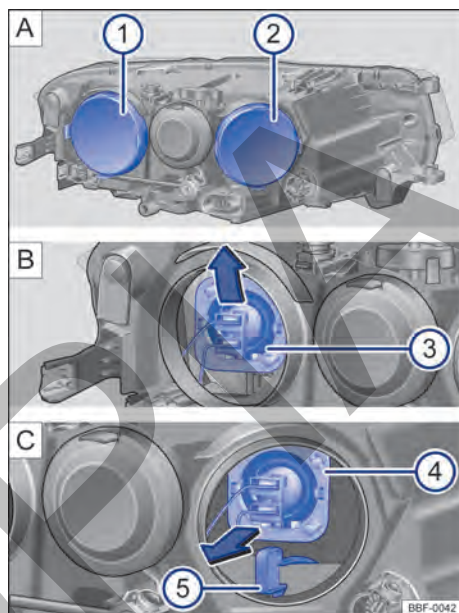

Fig. 128 En el compartimento del motor: ① farol bajo y ② farol alto y luz de posición.
- Desmontar la cubierta de goma correspondiente → fig. 128 A ① e ② en la parte trasera del farol.
- ④ **Farol bajo:** presione la bombilla por el portalámparas hacia abajo hasta desengancharla → fig. 128 ③. Retirar la bombilla tirándola hacia atrás.
Farol alto: presione la bombilla por el portalámparas hacia arriba hasta desengancharla → fig. 128 ④. Retirar la bombilla tirándola hacia atrás.
- ⑤ Cambiar la bombilla quemada por una bombilla nueva del mismo modelo.
- ⑥ **Farol bajo:** encajar la bombilla con el conector en la apertura del farol y presionarla hacia adentro hasta que se trabe firmemente → fig. 128 ③. La saliente de la bombilla debe estar orientada hacia arriba y se debe montar en el encaje del reflector del farol.
Farol alto: encajar la bombilla con el conector en la apertura del farol y presionarla hacia adentro hasta que se trabe firmemente → fig. 128 ④. La saliente de la bombilla debe estar orientada hacia abajo y se debe montar en el encaje del reflector del farol.
Indicadores de dirección: insertar el portalámpara con la bombilla en el faro hasta el tope → fig. 128 ⑤
- ⑦ Montar la cubierta de goma correspondiente
- ⑧ Cerrar la tapa del compartimento del motor → pág. 187.
- ⑨ Después de montar la lámpara nueva, regular la intensidad del farol.